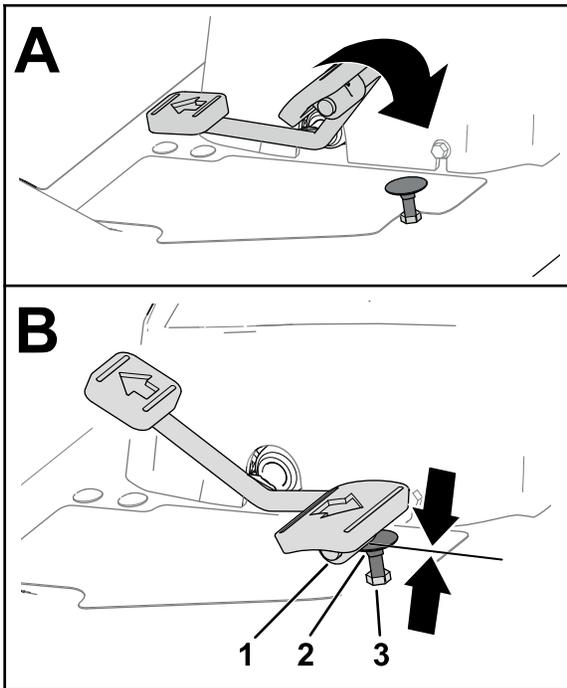
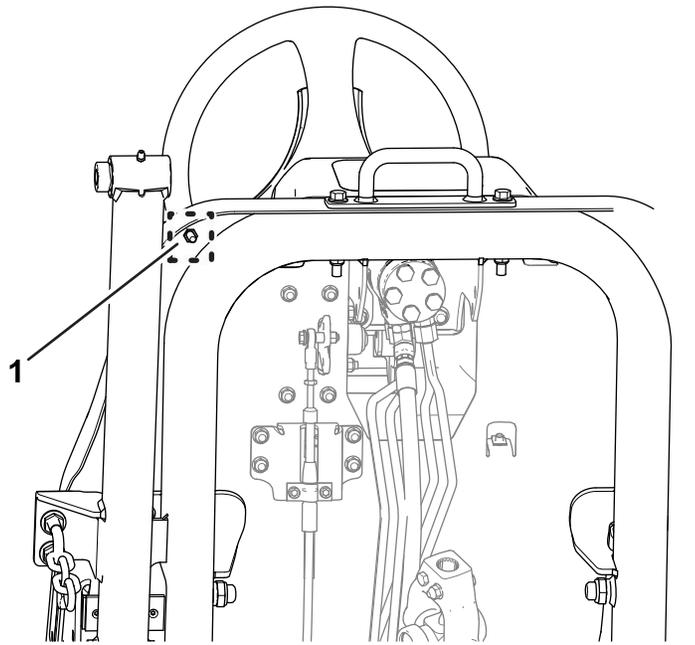

Рисунок 81
Рисунок 82
1. Переведите педаль управления тягой до упора вперед (**Рисунок 81**).
- A. Удерживайте упор педали управления тягой (**Рисунок 81**) ключом.
- B. Ослабьте контргайку в нижней части подножной пластины (**Рисунок 82**).
- C. Переместите педаль управления тягой в максимальное положение вперед (**Рисунок 81**).
- D. Удерживая упор педали управления тягой, отрегулируйте контргайку, расположенную над подножной пластиной (**Рисунок 81**), так, чтобы педаль управления тягой касалась упора.
- F. Удерживая упор педали управления тягой, затяните контргайку в нижней части подножной пластины (**Рисунок 81** и **Рисунок 82**) с моментом от 37 до 45 Н·м.